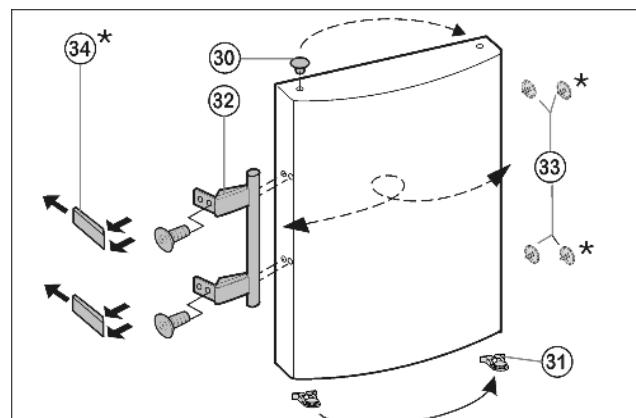

Fig. 8
- ▶ Извлеките пробку *Fig. 8* (33) из опорной втулки дверцы и переставьте.
- ▶ Снимите и переставьте на противоположную сторону дверную ручку *Fig. 8* (32), пробку *Fig. 8* (33) и прижимные пластины\* *Fig. 8* (34).